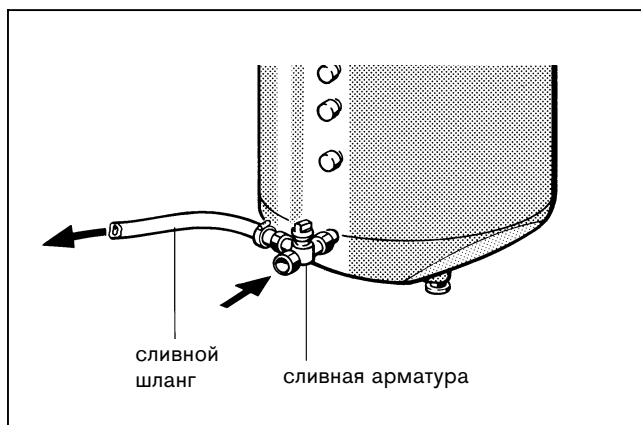

Рис. 7
- Произвести монтаж сливной арматуры на входе холодной воды (EK) (рис. 7).